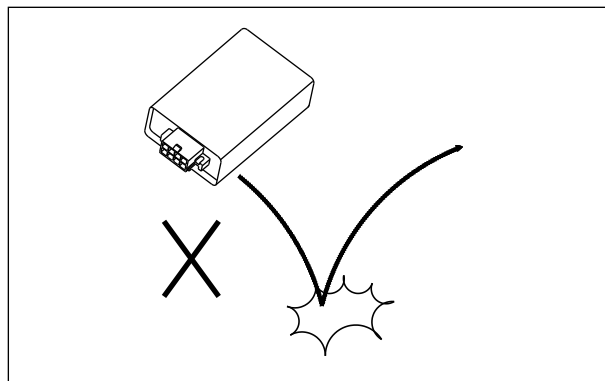

Fig. 5.8
- Tenha cuidado para não deixar cair a peça com semicondutor embutido, como a unidade da ECU, regulador/retificador e outros. (Fig. 5.8)